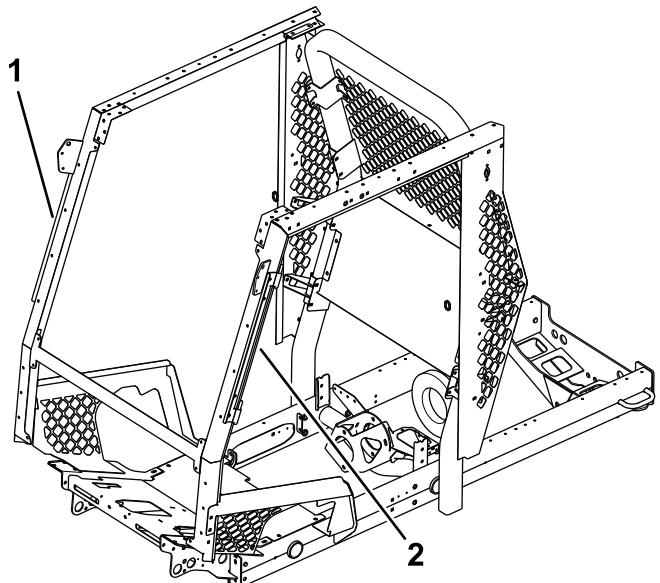
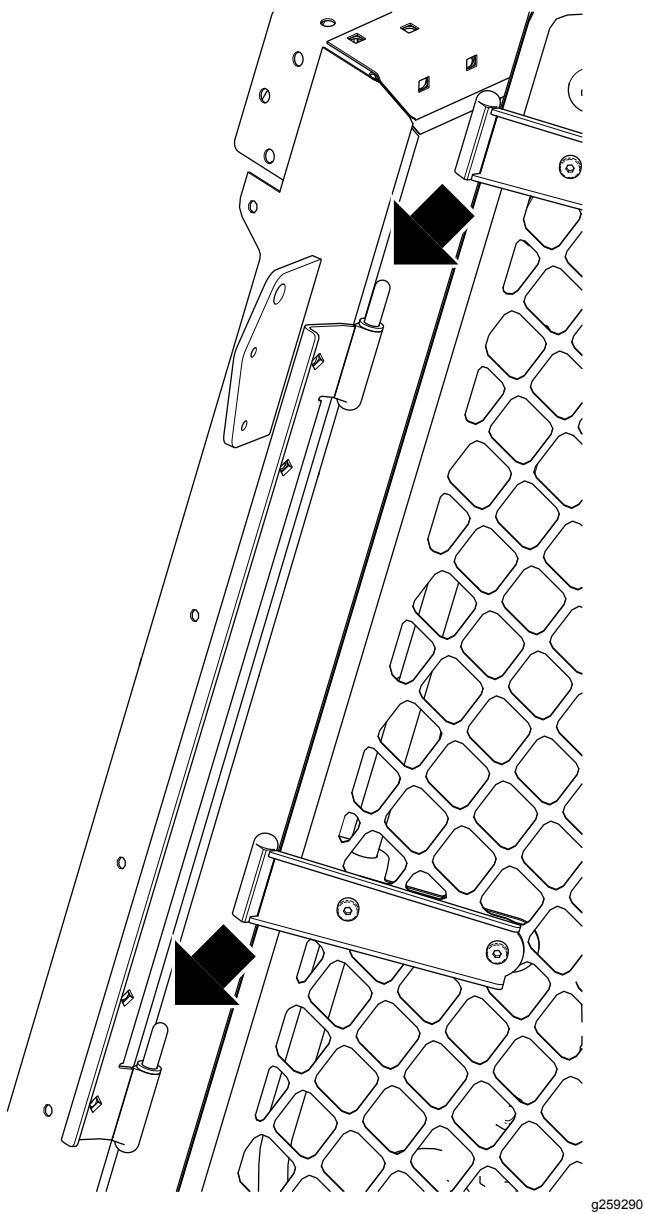

Рисунок 4
Рисунок 6
7. Используйте винты с полукруглыми головками ($5/16 \times \frac{3}{4}$ дюйма) и фланцевые гайки ($5/16$ дюйма), чтобы установить монтажный узел левой двери и монтажный узел правой двери (Рисунок 4 и Рисунок 6).
9. Установите каждую дверь, надев петли на оси петель (Рисунок 6).